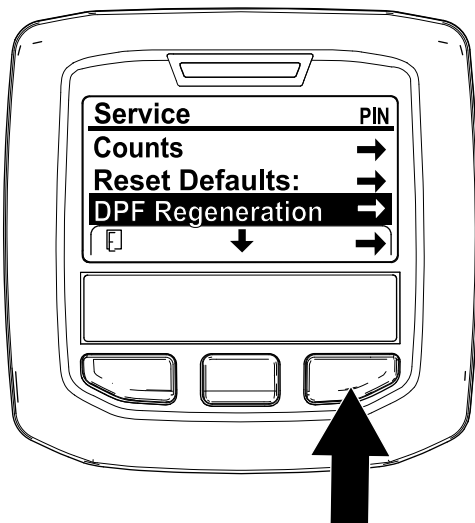

図 28
1. 整備 Serviceメニューから、中央ボタンで下へスクロールして DPF REGENERATIONメニューに入る 図 28。